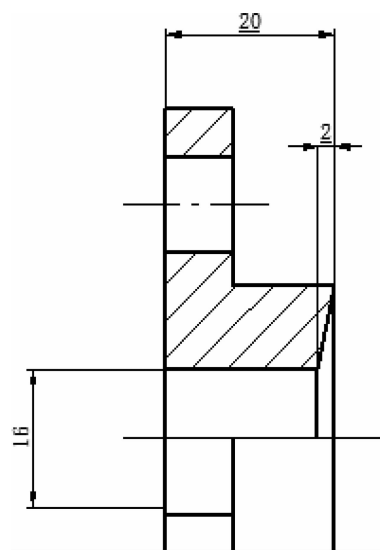
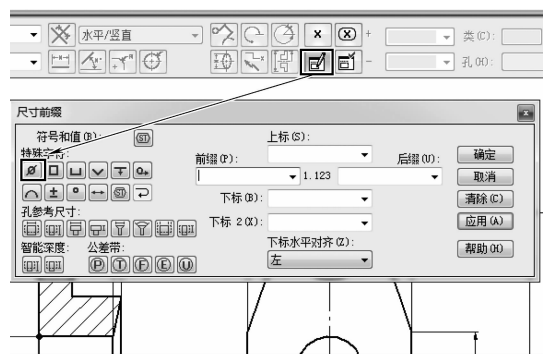

图 9-27 标注未加前缀尺寸
图 9-28 “尺寸前缀”对话框
(9) 在半剖视图中标注中心孔的尺寸。单击  【智能尺寸】按钮，标注的尺寸如图 9-27 所示，图中圆孔标注没有直径 Φ 的标志，关掉【智能尺寸】后，单击直径为 16 的孔，再单击弹出菜单栏中的  【选择-前缀】按钮，如图 9-28 所示。